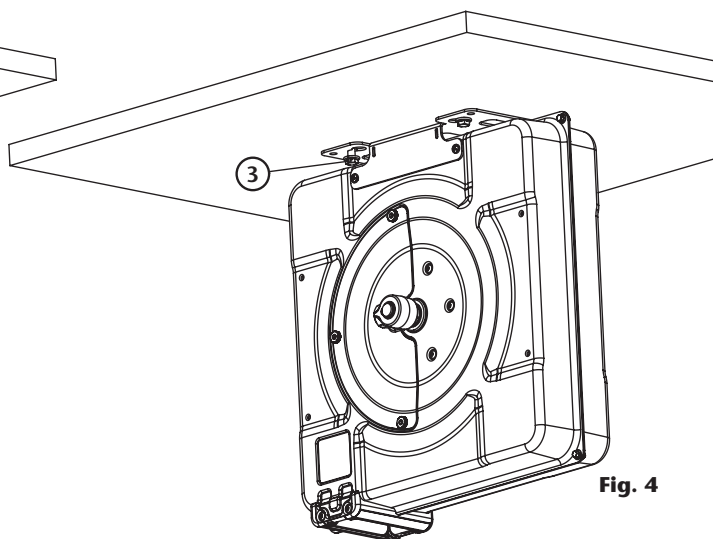

Fig. 4
3. Une fois l'enrouleur suspendu, tout en le tenant, insérez les 2 vis restantes (3) (fig. 4), qui ne doivent pas être plus longues que 10 mm pour pouvoir être insérées facilement.